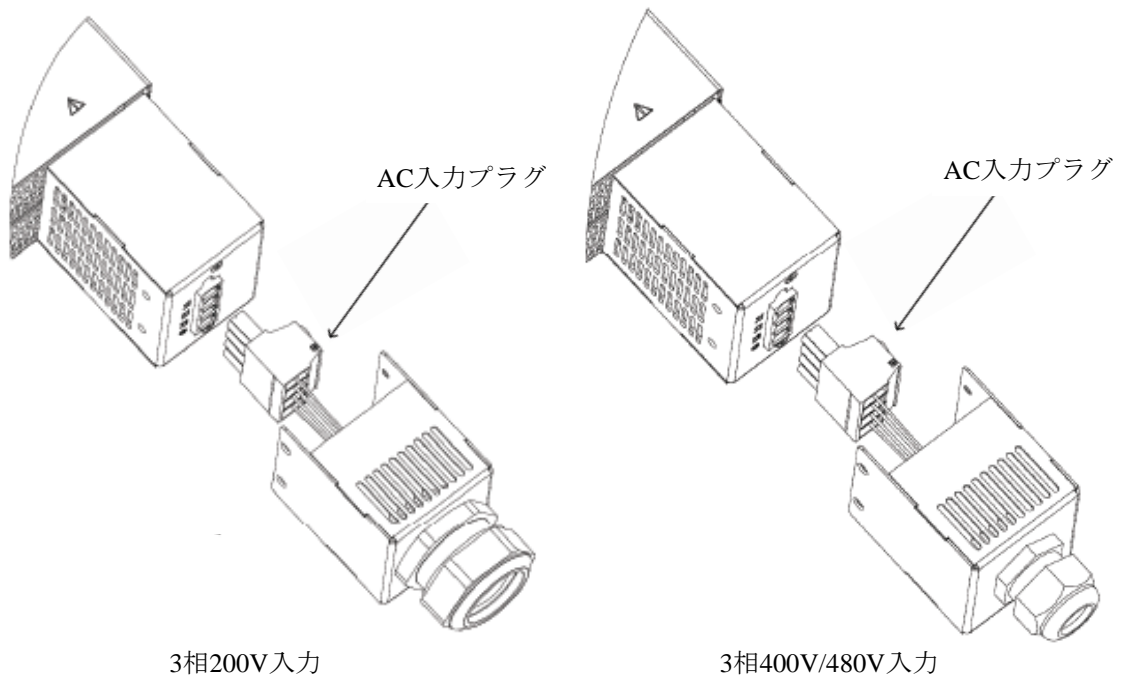

図4-20 AC入力プラグ接続用AC線のACプラグへの取り付け方法
4. 図4-20に示すようにAC入力プラグ接続用AC線をAC入力プラグに挿入します。